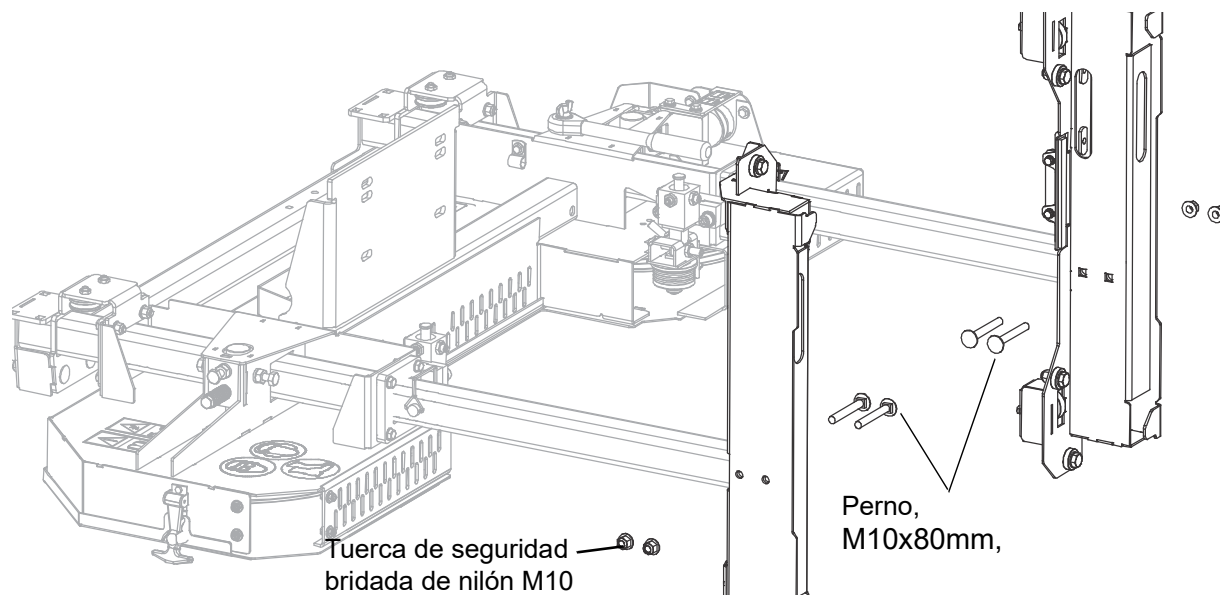

FIG. 3-3
7. Introduzca el mástil verticalmente por los rodillos del carruaje del mástil y fíjelo **ligeramente** con pernos M10 de 80 mm tal y como se muestra en la Fig. 3-3.